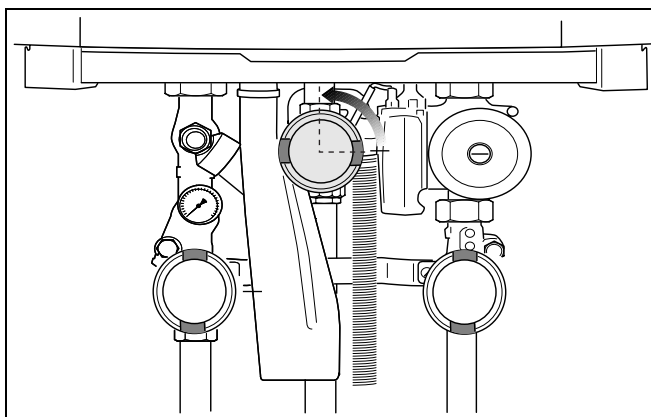

Рис. 124 Открытие крана для подачи газа
- Медленно открыть газ. Для этого нажать кран для подачи газа и повернуть влево на  $\frac{1}{4}$  оборота (рис.124).